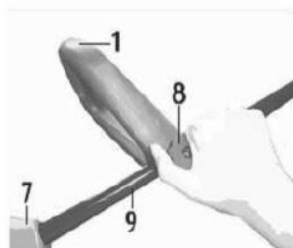

Рис. 3
7.1. Установка дополнительной рукоятки (Рис.3)